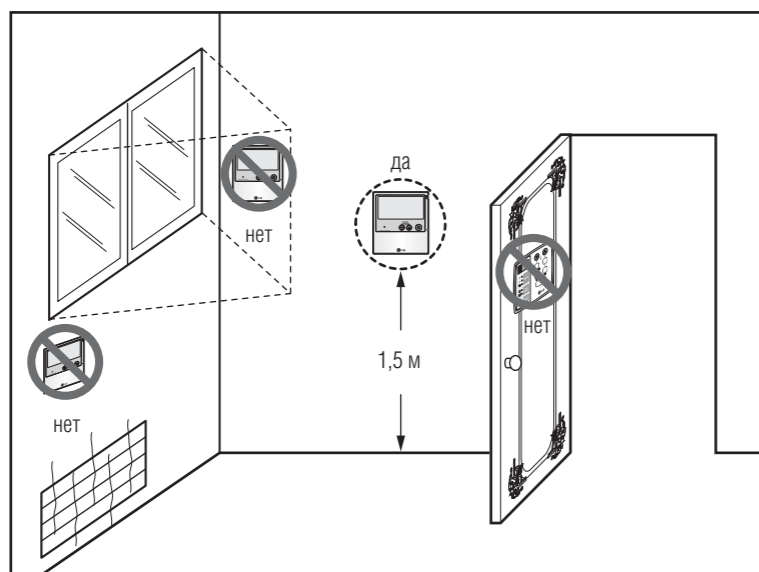

Рис. 1. Типичное расположение проводного ПДУ
- Данный ПДУ имеет сегментный ЖК-дисплей. Для обеспечения нормальной работы системы ПДУ должен быть смонтирован в соответствии с рис. 1. (Высота от пола должна быть 1,2–1,5 м.).